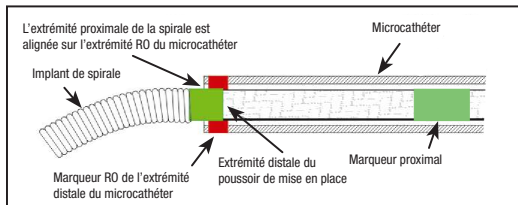

Figure 4 : Position des marqueurs pour le détachement
29. Avancer la spirale dans le site souhaité jusqu'à ce que le marqueur radio-opaque sur le pousoir de mise en place soit aligné ou légèrement distal du marqueur RO de l'extrémité distale du microcathéter, en positionnant la zone de détachement juste à l'extérieur de l'extrémité du microcathéter. Voir Figure 4.